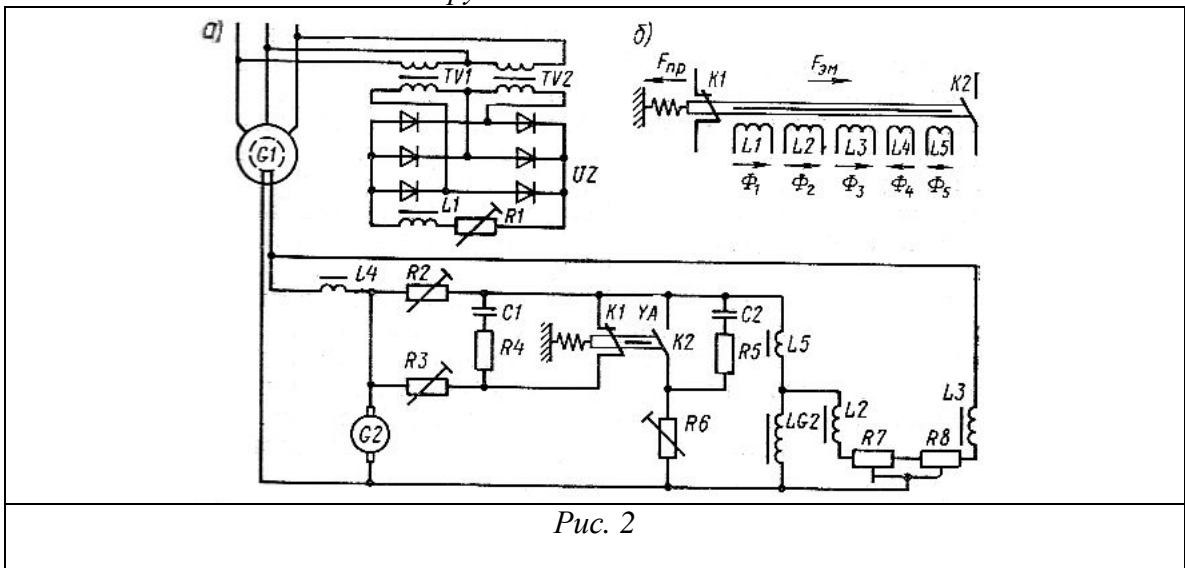

Рис. 2
2. Указать элементы и принцип работы вибрационного регулятора напряжения (рис.2), объяснить работу схемы в процессе возбуждения генератора, при подключении и отключении нагрузки.